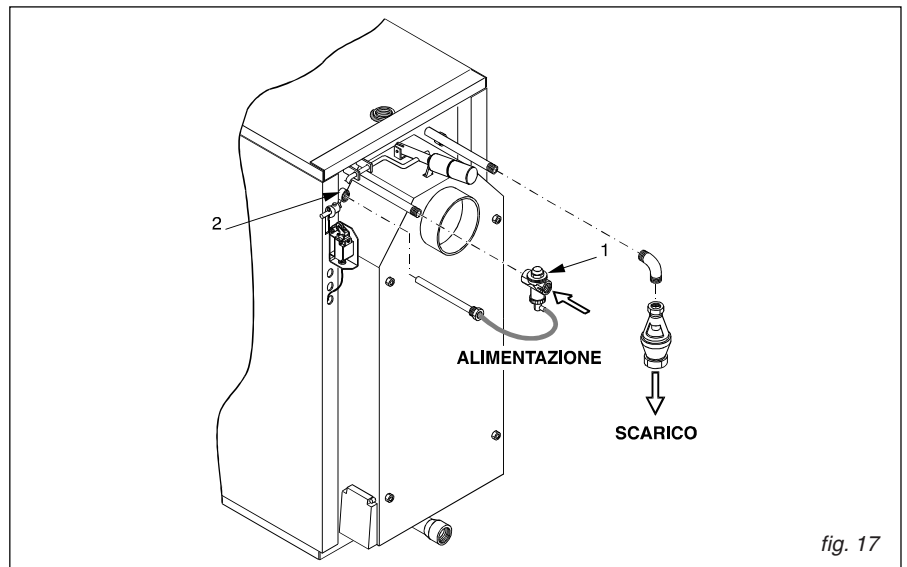

fig. 17
- Montare i pomelli pos. 4 sui volantini chiusura porte.
- Montare vite e dado su porta inferiore e superiore ed avvitare il pomello (pos. 1, 2, 3).
- Montare le portine ispezione camera fumo pos. 5 e piantare le spine elastiche pos. 6 utilizzando un martello.
- Montare il pozzetto valvola scarico termico (pos. 2, fig. 17).
Rif. fig. 17